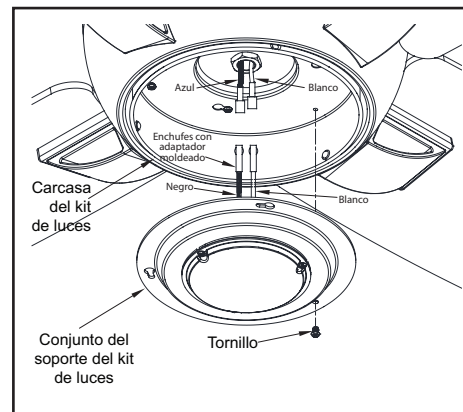

Figura 14
3. Quita un tornillo de la carcasa del kit de luces y afloja, pero no quites, los otros dos. Conecta los cables del conjunto del soporte del kit de luces a los cables del conjunto motor-ventilador uniendo los enchufes moldeados del adaptador. Coloca con cuidado todos los cables y empalmes dentro de la caja del interruptor. (Figura 14)
de los dos tornillos aflojados encajen en las ranuras tipo ojo de cerradura. Gira el conjunto del soporte kit de luces hacia la derecha y aprieta los tornillos. Vuelve a instalar el tornillo que retiraste en el paso 3 y apriétalo firmemente. (Figura 14)